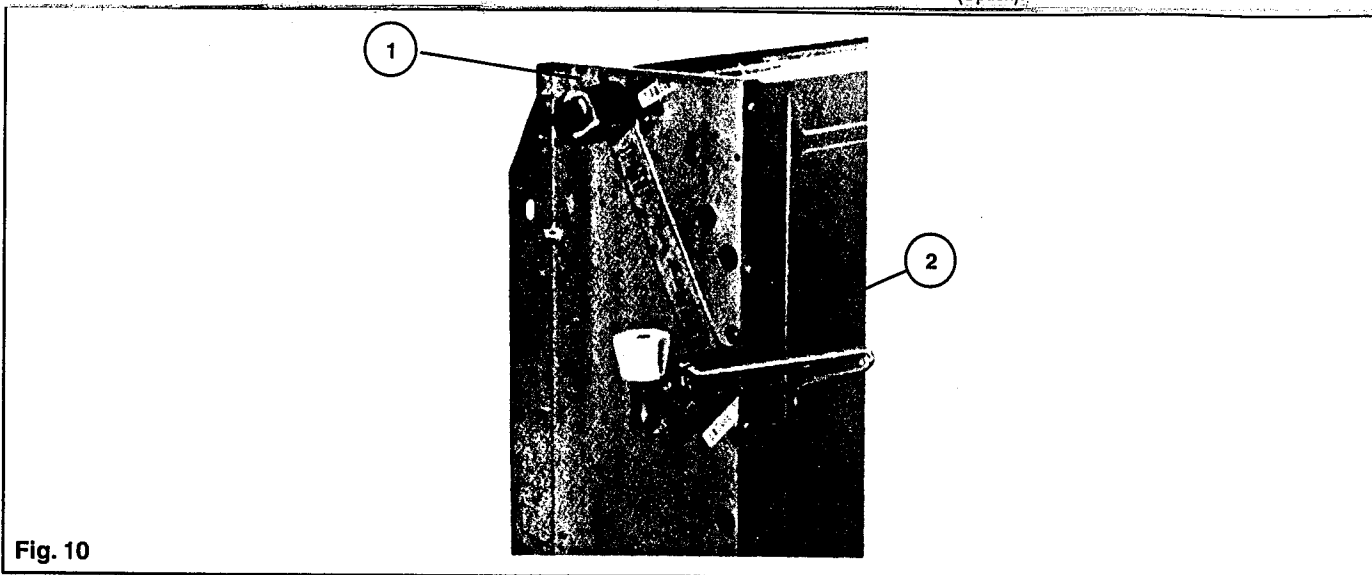

Fig. 10
- Lors du montage de robinets ou autres matériels, il est impératif de maintenir les raccords à l'aide d'une clé (fig. 10), afin d'éviter la torsion des tubulures.
- The coils are equipped with connections having air relief valves (item 1) and drains (item 2). Unscrew these drain caps using a standard flat-tipped screwdriver.
- When installing cocks or other fittings, the connection must be held by a wrench (fig. 10) so as to avoid distortion of the tubes.
- Bei der Montage von Sperrhähnen oder anderen Materialien ist es unbedingt erforderlich, die Anschlüsse mit Hilfe eines Schlüssels (Abb. 10) festzuhalten, um eine Verdrehung der Anschlußstutzen zu vermeiden.